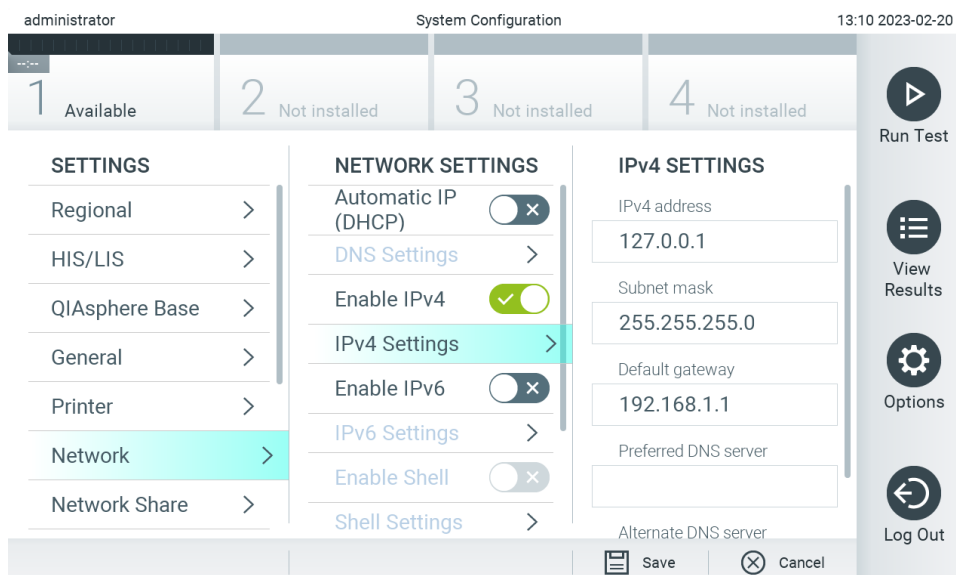

Figura 67. Configurarea setărilor de rețea.
2. Selectați Network (Rețea) din lista Settings (Setări) din coloana din stânga (Figura 67).